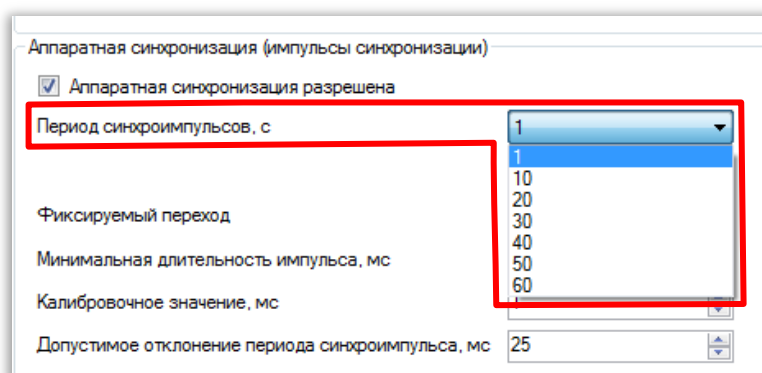

Рисунок 9 – Настройка периода синхроимпульсов
2.4.2 Выбрать период синхроимпульсов – период следования импульсов синхронизации в секундах (см. рисунок 9).